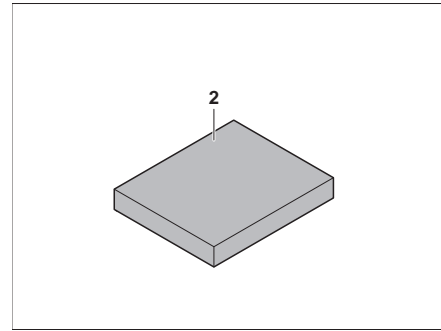

Bild 133 Zusatzpolster
- Zusatzpolster (Bild 133,2) in die Mitte auf den Tisch legen.